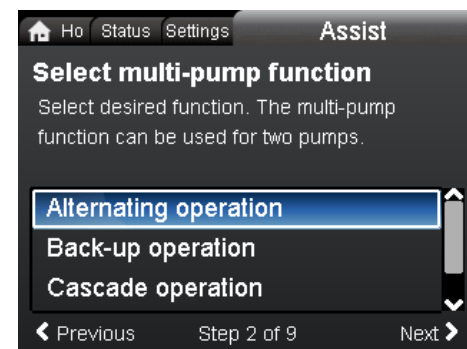

Рис. 44 Рабочий режим
6. Выберите рабочий режим. См. рис. 44.